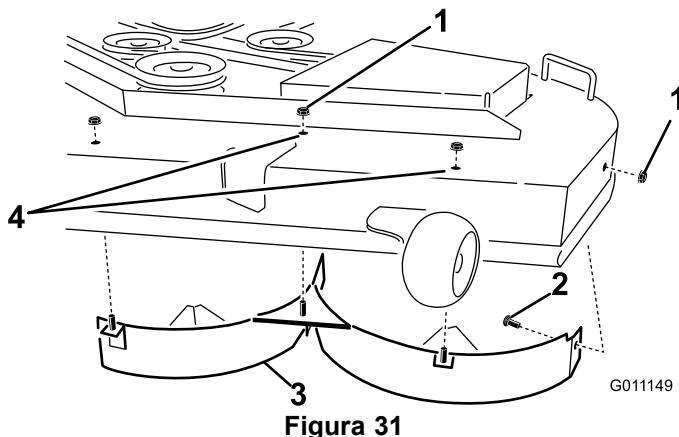

Figura 31
6. Rimuovete i tre dadi di bloccaggio (5/16 pollice) fissati sui perni saldati del deflettore sinistro in posizione centrale, a sinistra del centro ed estrema sinistra sulla parte superiore del piatto di taglio (Figura 31). Rimuovete il bullone a testa tonda e il dado di bloccaggio che fissano il deflettore sinistro al lato del piatto di taglio.